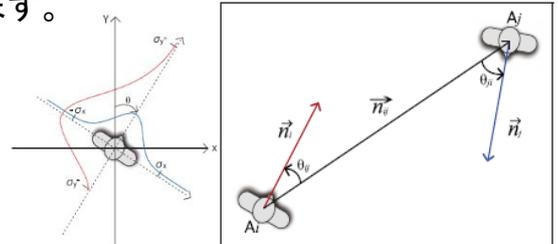

図1 個人空間モデルと互いの視線の方向性
- 前面の空間を他の面より広くとる(図1左)
- 視線の方向性: 知り合い、話し合いたいときは $\theta$ の角度が小さくなる(図1右: 矢印の視線方向と対人の角度)